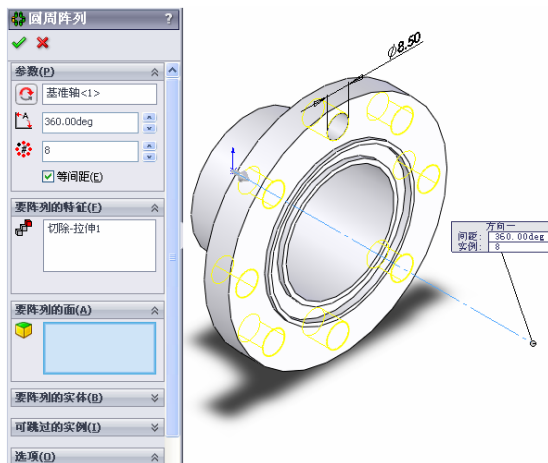

图 4-57 设置圆周阵列选项
⑦ 选择命令“视图”→“临时轴”，显示模型中的临时轴。为进一步阵列特征做准备。
⑧ 阵列螺栓孔。点击圆周阵列按钮，在右侧的图形区域中选择法兰基体的临时轴作为圆周阵列的阵列轴；设置角度为 360°；设置阵列的实例数为 8；选择“等间距”单选框；在右侧的图形区域中选择前面创建的螺栓孔；具体选项如图 4-57 所示。